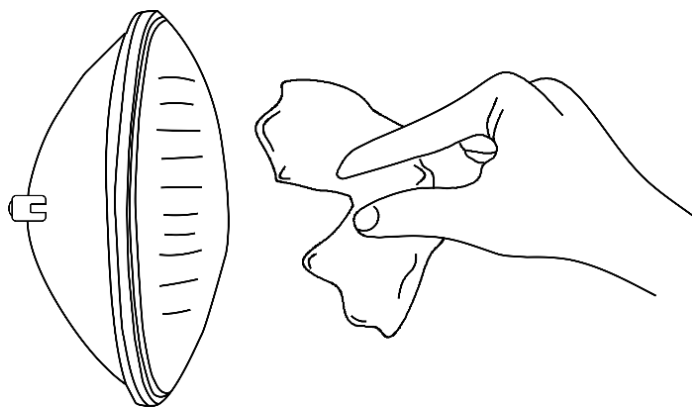

Fig. 05
- 05) Saque la nueva lámpara de la caja (Fig. 05).